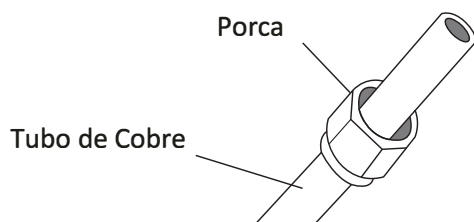

Fig. 7.3
2. Remova as porcas ligadas na unidade e na unidade exterior e coloque-as nos tubos, devem ser colocadas na posição de aperto correta porque depois de efetuar o abocardado não é possível removê-las. Ver Fig. 7.3.